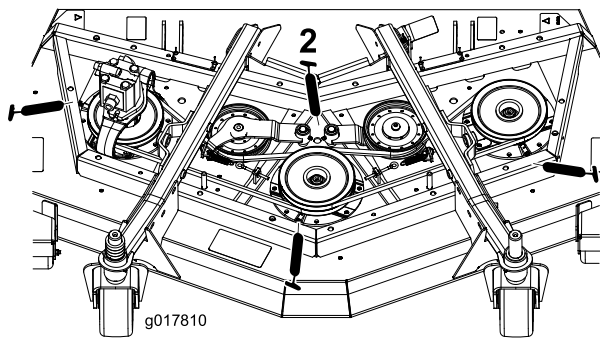

Рисунок 68
- Подшипники валов шпинделей (3 шт.), расположенные под шкивом (Рисунок 68)
- Втулки осей поворота рычагов натяжных роликов (2 шт.) (Рисунок 68)